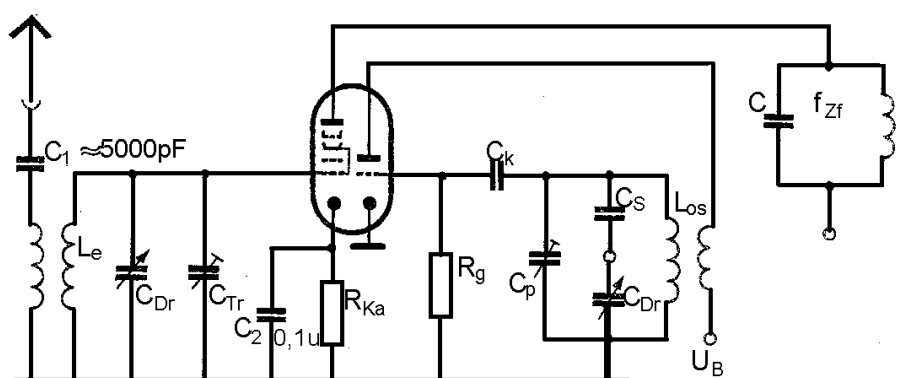

Bild 37 Am Schirmgitter der Röhre ist die Kombination C_{g2}, R_{g2} anzubringen
In **Bild 37** sind Empfangs- und Oszillatorkreis gezeigt. Sie haben keinen Einfluß auf die Art der Mischung. Die Gleichungen gelten für den Fall, daß sich die Kreise nicht gegenseitig beeinflussen. Da sich die Kreise im Aufbau der Misch- oder Vorstufe befinden, muß man beispielsweise die Röhrenkapazitäten in den errechneten Werten berücksichtigen. Gl. (170) wird am besten mit dem sogenannten Dreipunktgleich erfüllt, d. h., an drei Punkten des Empfangsbereichs besteht genaue Übereinstimmung mit der Beziehung. An den anderen Stellen des Bereichs dagegen treten Abweichungen von der Sollfrequenz in der Größenordnung von 10^{-3} bis 10^{-2} auf.